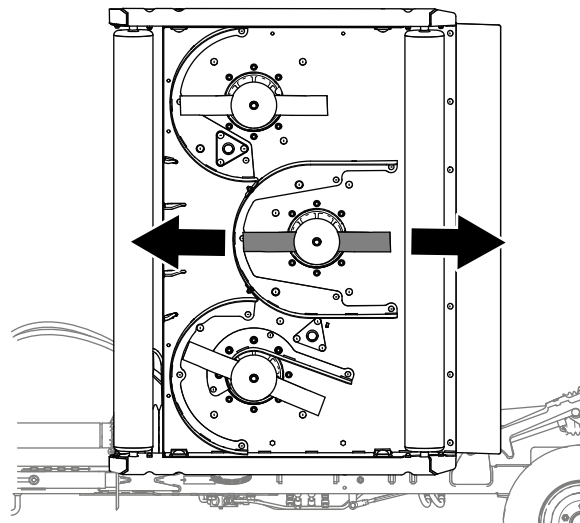

Bild 72
1. Richten Sie an jedem Mähwerk, dessen Neigung Sie einstellen möchten, das mittlere Mähmesser wie in Bild 72 dargestellt aus.